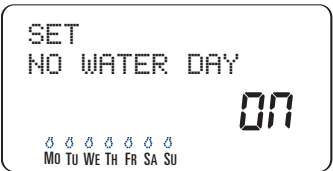

Abbildung 19: Anzeige – „No Water Day“ (Kein Bewässerungstag)
2. Taste **NEXT** (Weiter) drücken, bis der gewünschte Wochentag blinkt, dann **CLEAR** (Löschen) drücken. [Siehe Abbildung 19]